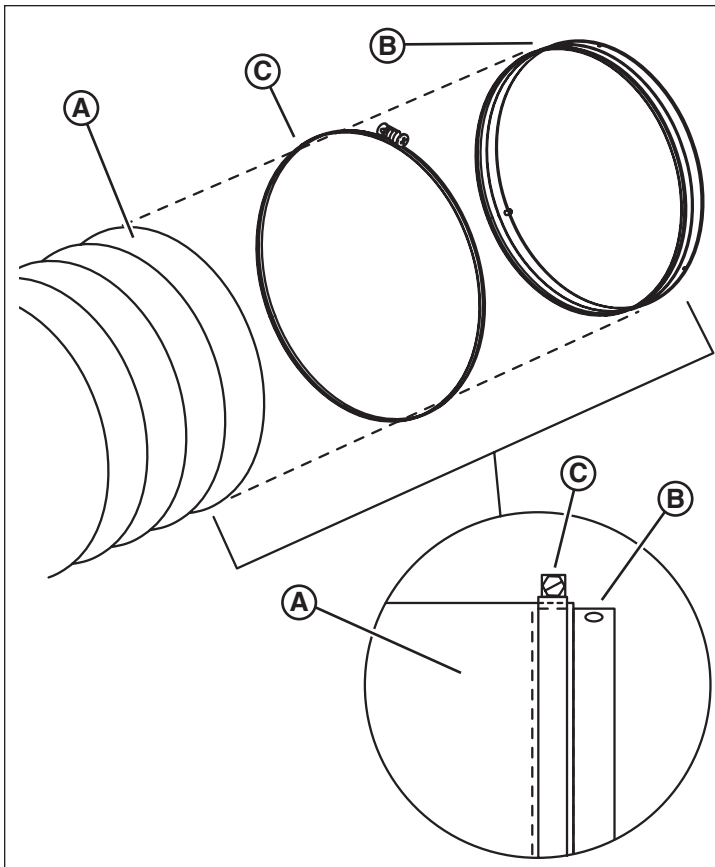

Figure 18
1. Installer la conduite flexible (A, Figure 18) par-dessus la bande de raccord (B). Le conduit flexible devrait couvrir seulement la moitié de la bande de raccord (encart), laissant les ergots d'arrêts et les flèches sur la moitié restante. Fixer la grande vis type serre-joint (C).